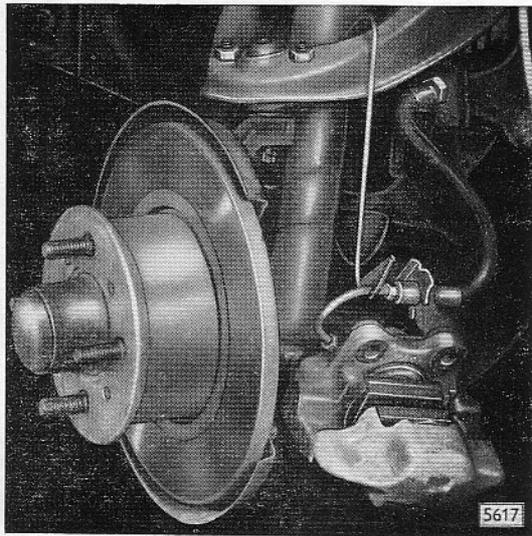

Bild B 32 - Bremsattel am oberen Lenker aufgehängt
1. Wagen vorn aufbocken und linkes bzw. rechtes Rad abnehmen. Bremssattel zusammen mit Bremsbelägen vom Achsschenkel abschrauben, von Bremsscheibe abnehmen und mit einem Drahthaken nach der Anordnung in Bild B 32 am oberen Lenker aufhängen.